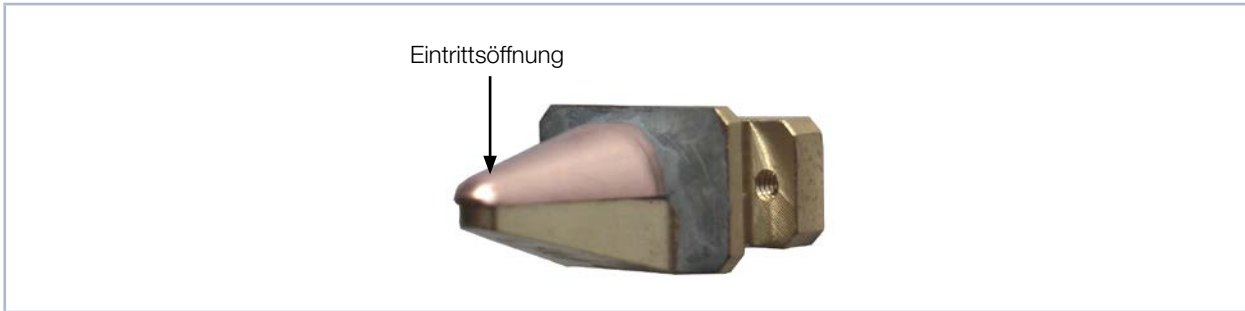

Abb. 5.2: Eintrittsöffnung (Pinhole) in der Messspitze
5. Setzen Sie die Messspitze vorsichtig in die Drehscheibe ein (Achtung, die Eintrittsöffnung befindet sich auf der gewölbten Seite, siehe Abb. 5.2).